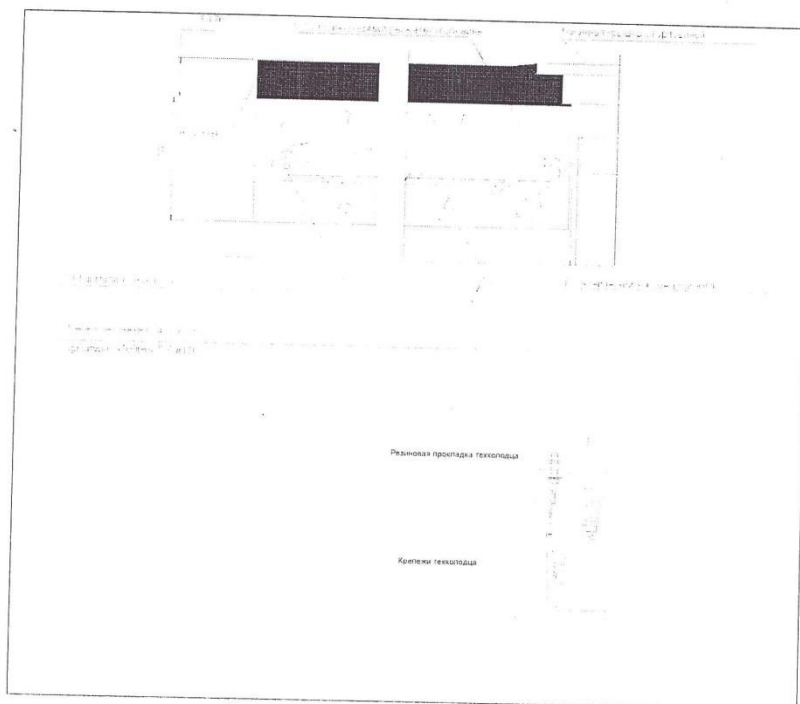

Рис. 4. Конструкция несущей плиты и крепление техколовца EuroHUK к отделителю.
9. Установите резиновую прокладку на нижнюю кромку техколодца/техколодцев. Установите техколодец EuroHUK в вертикальном положении на горловину отделителя и зафиксируйте крепежи (см. **Рис. 4**).